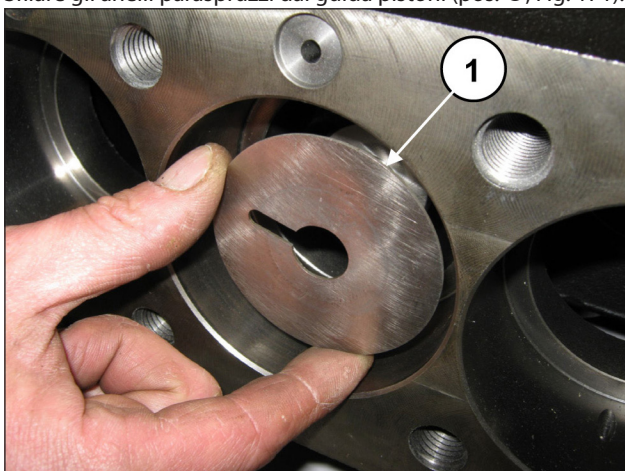

Fig. 171
Sfilare gli anelli paraspruzzi dai guida pistoni (pos. ①, Fig. 171).